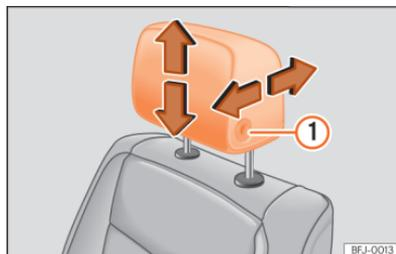

Abb. 95 Vordersitz: Kopfstützeinstellung.
- Schieben Sie die Kopfstützen in die entsprechende Pfeilrichtung nach unten oder oben. Um die vorderen Kopfstützen nach oben oder nach unten zu schieben, muss die Taste »» (Abb. 95) ① gedrückt werden; bei den hinteren Kopfstüt-
- Schieben Sie die Kopfstütze bei gedrückter Taste »» (Abb. 95) ① in der entsprechenden Pfeilrichtung nach vorn oder hinten.